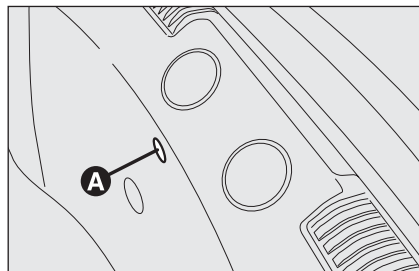
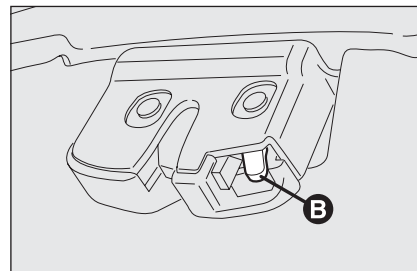

fig. 4
fig. 5
- retire el destornillador del contenedor de las herramientas e, interviniendo desde el interior del maletero (por la parte posterior), introdúzcalo en el alojamiento **A-fig. 4** y luego, intervenga en la palanca **B-fig. 5**.